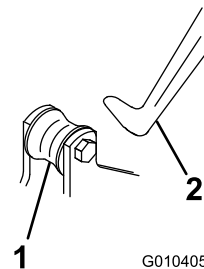

Figura 4
2. Introduzca el rodillo triple por debajo del bastidor de tiro de la unidad de tracción mientras engancha el rodillo de elevación en el brazo de elevación (Figura 4).